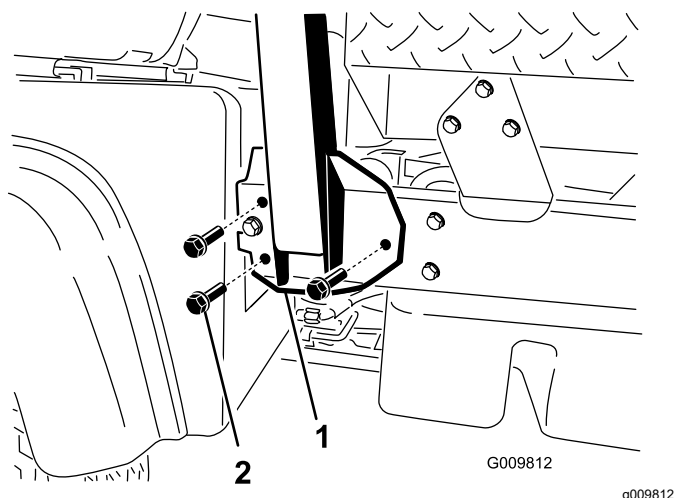

Figura 4
2. Alinhe cada lado da barra de segurança com os orifícios de montagem em cada lado do chassi da máquina (Figura 4).
3. Fixe o suporte de montagem da barra de segurança ao chassi da máquina com três parafusos de cabeça flangeada (½ x 1¼ pol.) em cada lado (Figura 4).